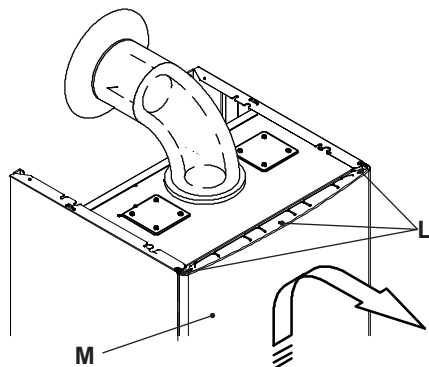

Figura 5.20
- Togliere il pannello frontale della caldaia come illustrato. Togliere le viti L. Rimuovere il pannello frontale M spostandolo verso l'alto in modo da liberarlo dai ganci inferiori Figura 5.20.